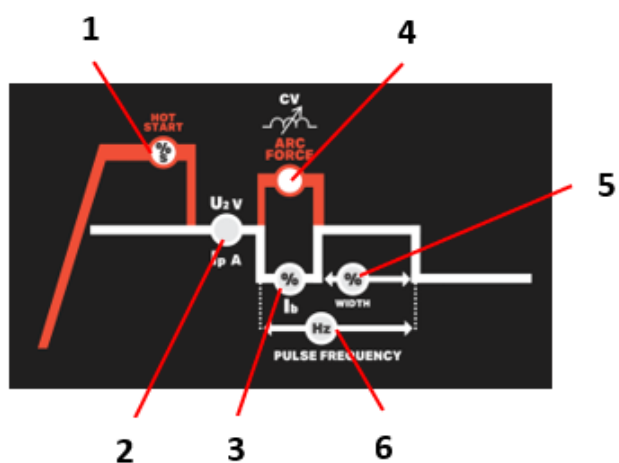

Fig. 1 – Paramètres MMA
Pour DC 164 et DC 204 (Voir les Article de la Fig. 1 A)
Pour DC 224 (Voir les Article de la Fig. 1 B)
- Ajuster la valeur du courant au diamètre de l'électrode (Fig.1 - 2), selon le tableau suivant, pour régler les machines en fonction de l'électrode à utiliser et commencer à souder.